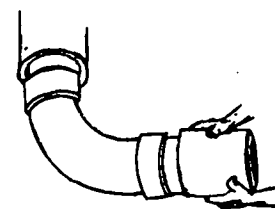

FIG. 5
9.º Passo – Posicione e acople a luva de modo a permitir a continuidade da rede (fig. 5).